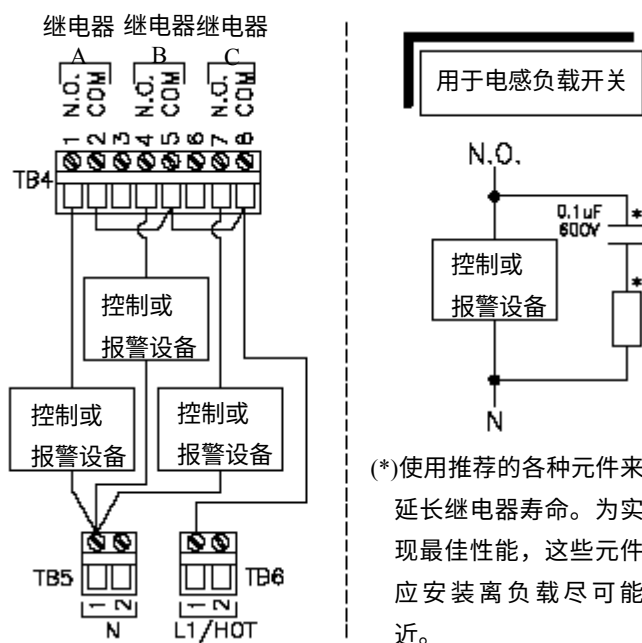

图 2-6 连接控制/报警装置到固态交流继电器
在 TB4 的接线端 1~8 共提供三路 SPST（单刀单掷）固态交流 (AC) 继电器输出（继电器 A、B 和 C）——除了接线端 3 和 6 没有用到。通用的接线排列参见图 2-6。